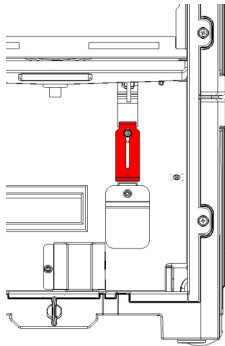

Abb. 5: Abdeckblech mit Wasserauffangbehälter
2. Entnehmen Sie den Wasserauffangbehälter. Das Abdeckblech dahinter ist nicht vor der Aussparung (Abb.5).